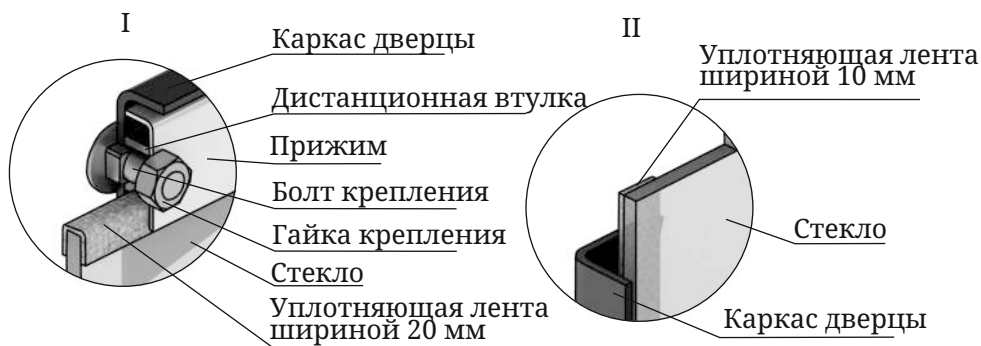

Рисунок 9. Крепление светопрозрачного экрана дверцы модификации «Витра»
1. Отверните две гайки, фиксирующие прижим (рисунок 9.І), демонтируйте его и дистанционные втулки.
сверху и снизу стекла «П» - образно (рисунок 9.I), лента шириной 10 мм наклеивается вертикально, вдоль боковых сторон стекла (рисунок 9.II).
4. Вставьте стекло в упор, при этом лента, наклеенная с боковых сторон (вертикальная) должна быть зажата между стеклом и каркасом дверцы (рисунок 9.II).
Внимание! Гайки, крепящие прижим накручиваются на болты крепления через дистанционные втулки (рисунок 9.I).